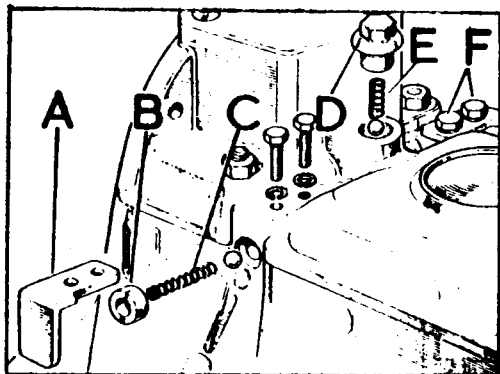
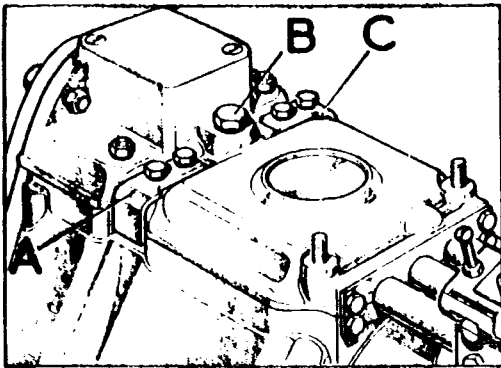

Fig. C-82 Muelles y bolas de las barras correderas
Fig. C-86 Tapa de la caja de velocidades
- 1.3. Retirar los elementos de fijación, F y , (Fig. C-82) de los muelles de los ejes selectores y extraer la placa, A, los retenes de caucho, B, y los muelles C y E. Rellenar los agujeros de la tapa con grasa y evitar que las bolas puedan caer al interior de la caja cuando se quite la tapa.
- 2.5. Montar la tapa de la caja, bolas-fiador, muelles, retén de caucho, B (Fig. C-82 y placa-retén, A. Observese que el muelle de retenida del eje selector de marcha atrás es más fuerte y ligeramente más grueso que los demás, y que la muesca de la parte superior de las placas de retenida debe quedar hacia la parte - delantera de la caja de velocidades (Fig. C-86).